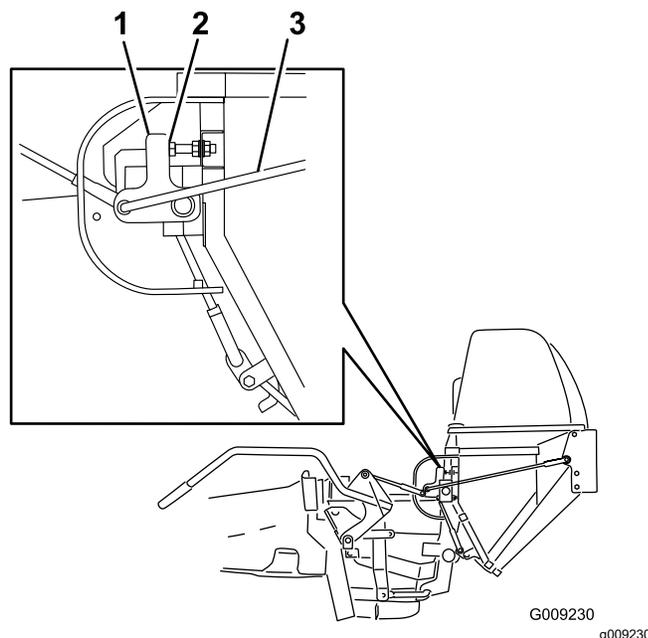

Figure 46
3. Fermez la trappe, desserrez les écrous et ajustez les boulons d'arrêt de sorte que le bras de contact soit droit et vertical (Figure 46).
4. Réglez la longueur des biellettes d'articulation pour assurer la fermeture complète de la trappe et à exercer une force raisonnable sur la poignée (Figure 46).